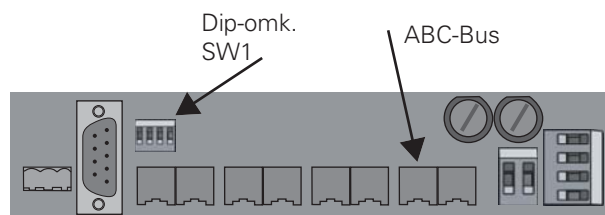
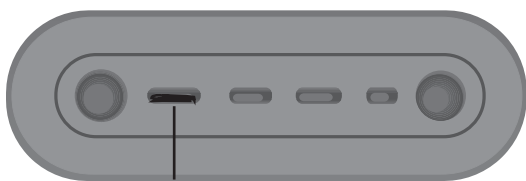

Рис. 11b.
Рис. 12
Используй одно из отверстий в овальном резиновом уплотнении для прохода кабелей (рис.12). Отогни часть уплотнения, чтобы попасть модуляр-контактом к bus-подключению управляющей платы. Подгни кабель по длине. Направь его затем в одно из подготовленных отверстий в уплотнении и монтируй уплотнение на место. Проложи затем кабель надежно от пластмассовой крышки коробки подключений GOLD-агрегата версии В к машине Cooler.
**Монтаж Cooler:** Коммуникационный кабель 019 007 подключается к одному из ABC bus-подключений управляющей платы. Для Cooler см. рис. 11b. Демонтируй защитный щиток электрошкафа Cooler. Используй одно из отверстий в овальном резиновом уплотнении для прохода кабелей (рис.12). Отогни часть уплотнения, чтобы попасть модуляр-контактом к ABC-Bus-подключению управляющей платы.
**Монтаж:** Демонтируй защитный щиток Cooler-электрошкафа. Отогни уплотнение кабеля на передней стороне электрошкафа, так, чтобы прошел модуляр-контакт коммуникационного кабеля. См рис.12. После подключения направь кабель в одну из канавок в уплотнении и монтируй уплотнение на место.
Используйте одно из отверстий в овальном резиновом уплотнении для прохода кабелей (рис.12). Отогните часть уплотнения, чтобы попасть модуляр-контактом к bus-подключению управляющей платы. Подготовьте кабель по длине. Направьте его затем в одно из подготовленных отверстий в уплотнении и монтируйте уплотнение на место. Проложите затем кабель надежно к коробке подключений GOLD-агрегата и подключите его туда.